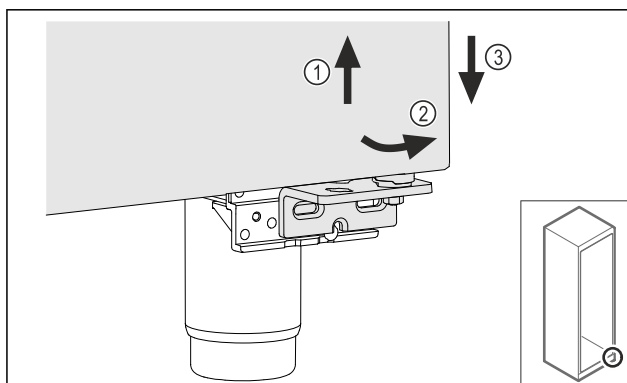

Fig. 23
- ▶ Повдигнете леко вратата Fig. 23 (1), наведете я отдолу напред Fig. 23 (2) и я спуснете Fig. 23 (3).